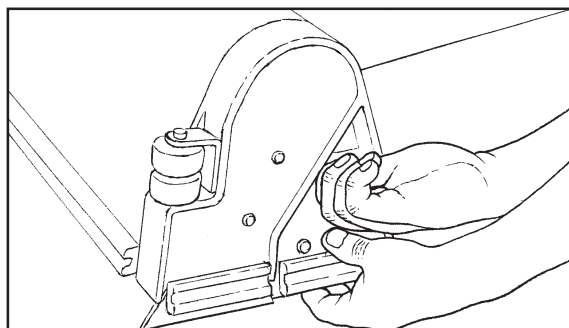

Figure 22
4. Allez à l'avant de la machine et retirez la vis à oreilles de la porte de la brosse (figure 22).